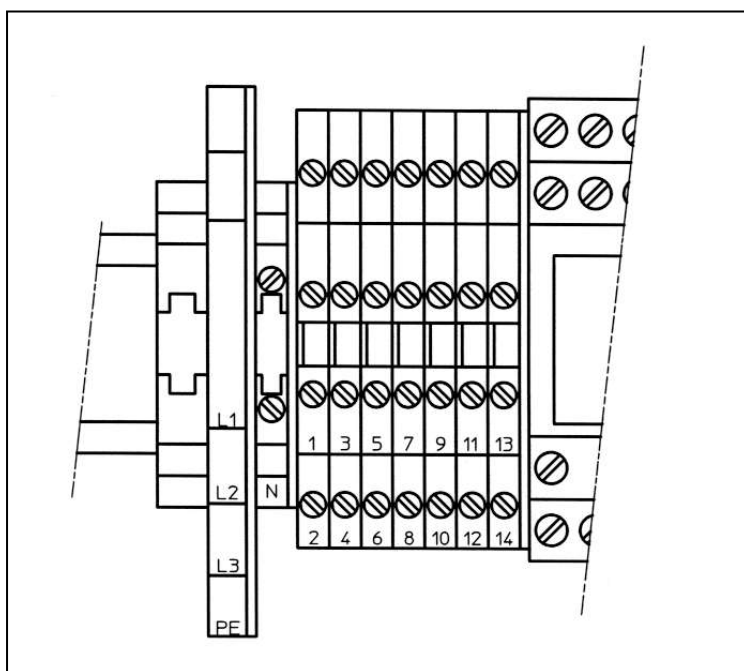

Рис.7
Оставьте главный выключатель в положении «Выключено» вплоть до момента пуска установки. Клеммы присоединения **L1**, **L2**, **L3**, **N** и **PE** схематично показаны на рис.7.
- Присоединить контакты системы **B.M.S**, если это необходимо (рис. 7):